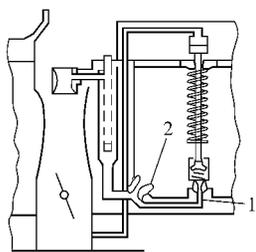

图 5-26 大负荷工况
(4) 大负荷工况 假如节气门没有进入大负荷开度,即 85% 以上,加浓真空气道中的真空度减小,加深活塞弹簧伸张,将活塞向下拉,推开加浓阀,加浓油量经主喷管与从主量孔出来的中等负荷油量一起,经泡沫管喷入小喉管,这样就使混合气变为浓的功率混合气,如图 5-26 所示。
(5) 超负荷工况 当发动机进行满负荷工作时,由于双腔的高真空度,真空控制装置将副腔中的气动节气门全开,同时主腔中的机械节气门也全开。当发动机进入调负荷高转速时,副腔中主供油装置才开始工作。这时发动机不但要求混合气加浓,且也要量大,副腔主供油装置的工作原理与主腔主供油装置相同,但供应的混合气浓度不同。副腔主供油装置供应的是浓混合气,主腔主供油装置供应的是稀混合气。可见双腔分动化油器的主、副腔不是同时参加工作。从而解